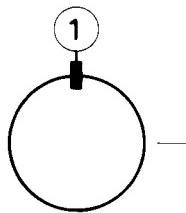
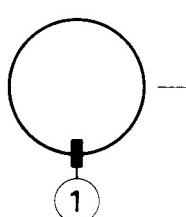

Fig. 5a
Fig. 6a
3. Die Kreuzung der mittleren horizontalen blauen und roten Linie und die Kreuzung der mittleren vertikalen blauen und roten Linie beobachten, indem die Ablenkeinheit in vertikale Richtung gekippt wird. Steht die Ablenkeinheit in der richtigen Stellung, dann den Gummikeil ①, von dem der Papierstreifen nicht entfernt worden ist, an der Oberseite (Abb.5a) oder der Unterseite (Abb.6a) anbringen. Abb.5a zeigt die Situation, in der die Ablenkeinheit nach oben gekippt wurde und Abb.6a gibt an, dass die Einheit nach unten gekippt wurde.